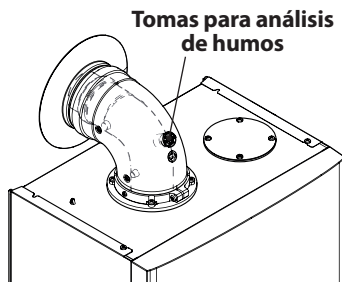

Figura 9.15
- Conecte un analizador de humos a las tomas de análisis de humos situadas en las salidas de humos de la caldera (Figura 9.15).
- Compruebe la combustión de la caldera usando las tomas ubicadas en los tubos de humos (Figura 9.15) y compare los datos medidos con los siguientes.